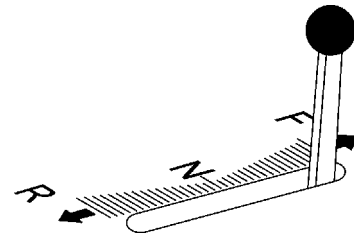

Figura 40. Leva di innesto/disinnesto della trasmissione (posizione in avanti)
- Spostare la **leva di spostamento** sulla posizione **IN AVANTI** per aumentare la velocità di spostamento in avanti durante il taglio (figura 40). Posizionando la leva di spostamento completamente in avanti, la sega si sposta a massima velocità.